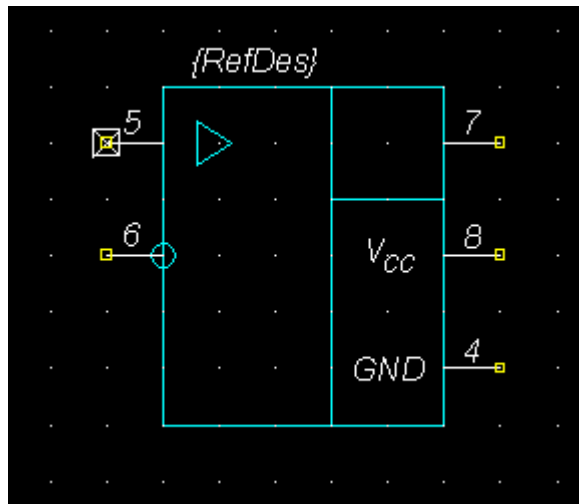

Рис. 26 Вторая часть символа ИМС LM358N
- 9.9 Создайте второй символ микросхемы (рис. 26).